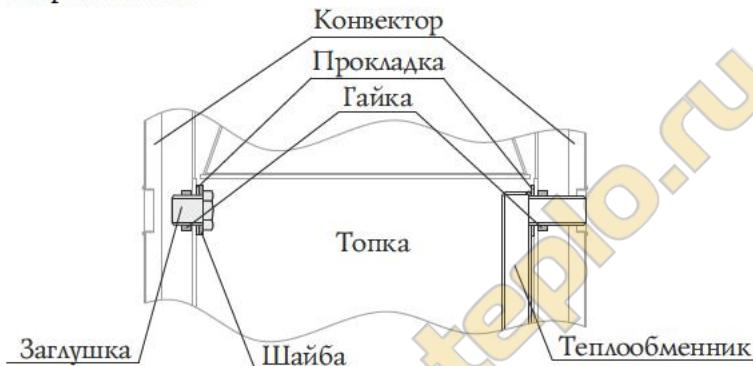

Рисунок 9. Демонтаж теплообменника и заглушек печи «Тунгуска 2011»
3. Снять теплообменник (рисунок 9) раскручив гайки 2 шт. и вынув его из отверстий, прокладки остаются на штуцерах;